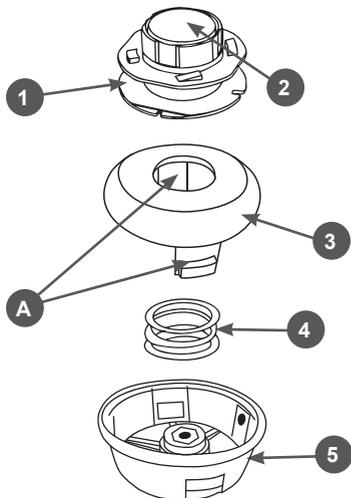

Рис. 12 Конструкция триммерной головки
1. Отожмите защелки А и снимите крышку 3, извлеките катушку 1 с гайкой 2 (Рис. 12). Удалите остатки корда с катушки. Соберите триммерную головку обратно.
- Намотайте корд на катушку. Для этого нажмите на гайку 2 (Рис. 12) и вращайте ее по часовой стрелке, как показано на Рис.15 до тех пор, пока не останутся концы длиной примерно 10-15см.